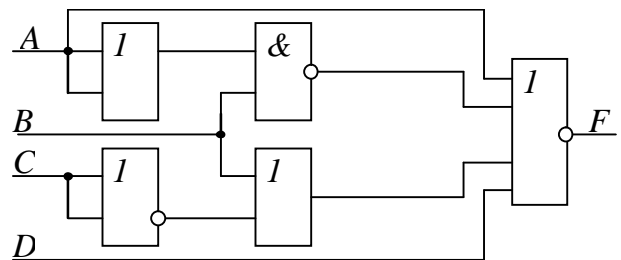

Рис. 13.13
**13.31.** Визначити стан сигналів на виході логічного пристрою, схема якого зображена на рис. 13.13, і записати логічне рівняння, яке описує його роботу, якщо